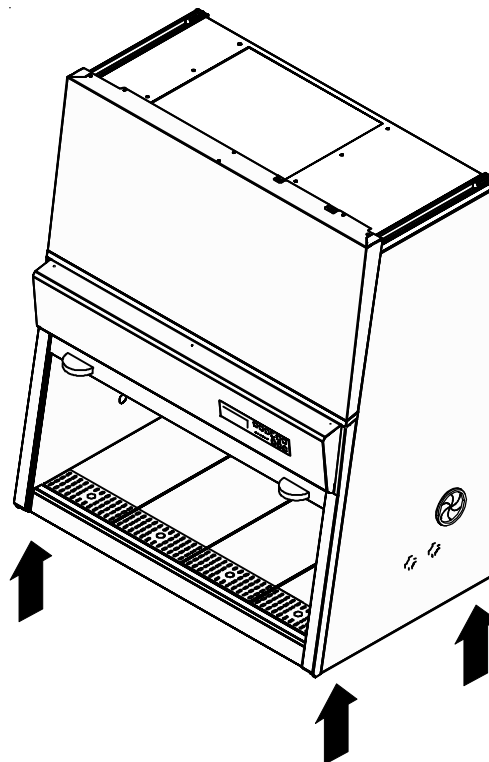

Fig. 2
**Fig. 2 :** Pour éviter tout basculement de l'appareil, l'appareil doit être transporté uniquement à l'aide d'un dispositif adéquat, même positif de transport adapté même pour le transport à l'intérieur d'un bâtiment. Pour ce faire, le corps de l'appareil devrait être démonté de son support (voir à ce sujet chapitre 5.2).